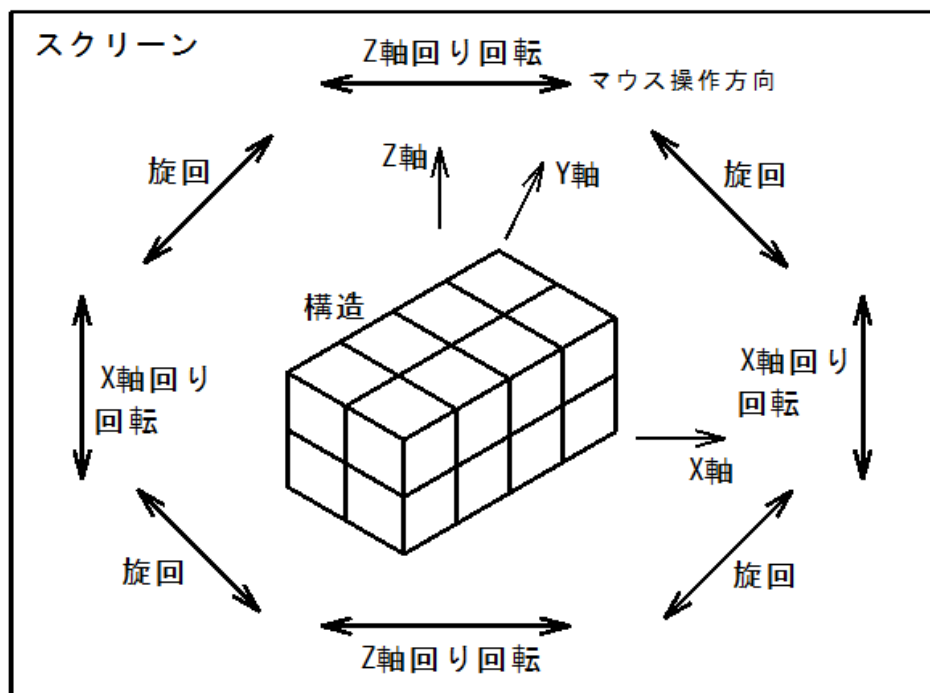
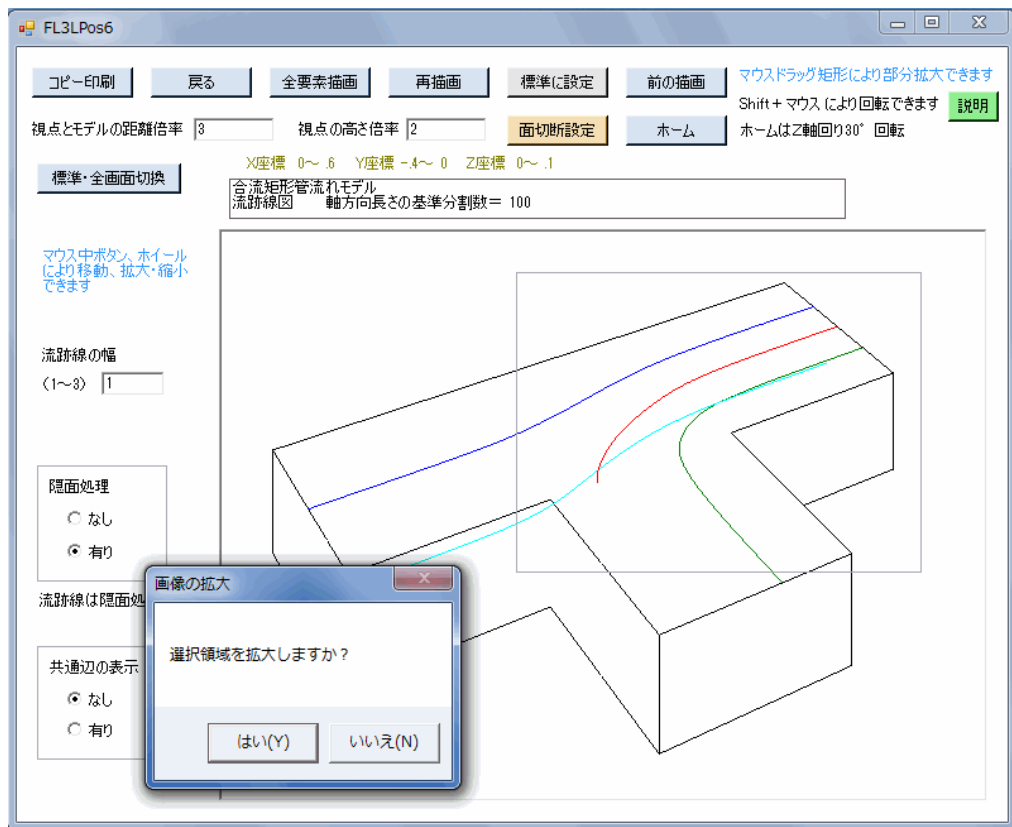
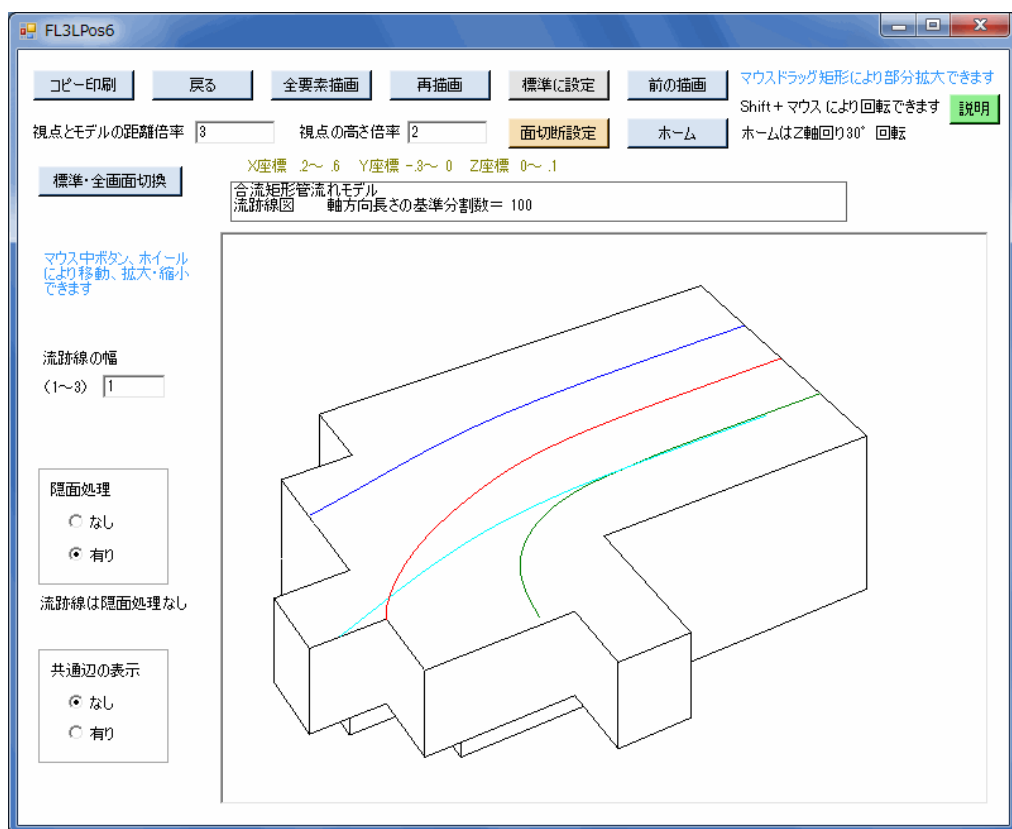
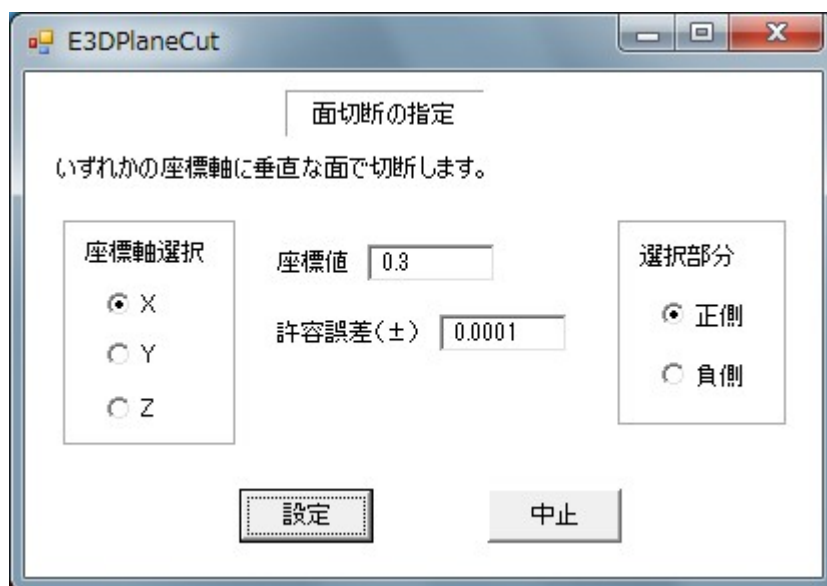

図5-7 マウスの移動方向と回転方向との関係 (Shiftキー併用)
図5-8 流跡線図作画における拡大領域選択例
図5-9 流跡線図作画の部分拡大例
図5-11 面切断設定の画面
- ⑤以上のパラメーターを変更した後、最初の状態に戻すには、「標準条件に設定」ボタンをクリックします。ただし、⑦、⑧のパラメーターはそのまま残ります。
- ⑥「Shift+マウス」により構造を回転することができます。
- ◇図5-7にマウスの操作方向と回転方向の関係を示します。同図のように、スクリーンの場所により、Z軸回り、X軸回りの各回転、または構造中心回りの旋回が実施されます。
- ◇流跡線図の「説明」ボタンをクリックすると、図5-7と同じ説明図が表示されます。
- ⑦「ホーム」ボタンをクリックすると、初期の回転位置に戻ります。
- ⑧「標準・全画面切換」ボタンをクリックすると、標準画面と全画面を切り換えることができます。また、画面Formの右下コーナー等をマウスドラッグすることにより、標準画面と全画面の間で自由に拡大・縮小できます。
- ⑨マウス中ボタン、ホイールにより移動、拡大・縮小を行なうことができます。中ボタンを押したまま動かせば図形を移動できます。また、ホイールの回転により拡大・縮小ができます。
- ⑩マウスドラッグ矩形により、流跡線図の一部を拡大できます。
- ◇マウスドラッグは、拡大したい部分の左上隅にマウスを移動し、そこでマウスの左ボタンを押し、その左ボタンを押した状態で拡大部分の右下隅までマウスを移動させ、そこで左ボタンを離します。そうしますと、図5-8のようにマウスドラッグ範囲の矩形が表示され、コモンダイアログで「選択領域を拡大しますか？」と問うてきます。そこで、「はい」を選択すると、図5-9のように選択領域が拡大されて表示されます。
- ⑪繰り返して描画を実施した場合、「前の描画」ボタンをクリックすると1つずつ前の描画にさかのぼることができます。
- ⑫「面切断設定」ボタンをクリックすると、図5-11の面切断設定の画面に移り、面切断の仕方を設定できます。この面切断とは、座標軸に直角な平面で構造を切断し、2分割されたいずれかの構造図を描くものです。図5-11の画面では次のように操作します。